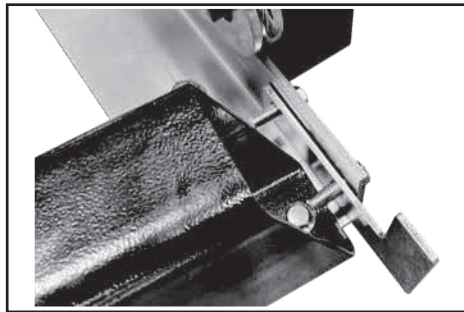

Fig. 41
Étape 18 : Installer les butées d'extrémité de rail. À chaque extrémité des rails, installez et serrez une butée de fin de course du rail à l'aide de deux boulons à bride à tête hexagonale M10 et écrous de blocage à l'intérieur du rail, comme indiqué (fig. 41) et avec les écrous à l'intérieur.